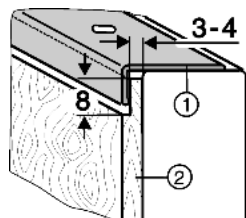

Fig. 10
► I pannelli decorativi Fig. 10 (2) più spessi sono graduati, conformemente all'illustrazione, al massimo di 4 mm di spessore.